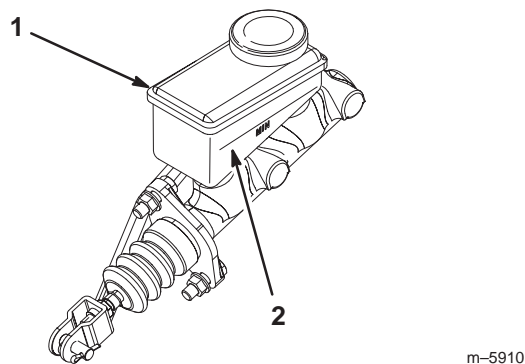

Figure 24
2. Observez le côté du réservoir. Le niveau doit se trouver au-dessus du repère du Minimum (Fig. 24). Si le niveau de liquide est bas, nettoyez la surface autour du bouchon, retirez le bouchon et remplissez le réservoir jusqu'au-dessus du repère du Minimum. **Ne remplissez pas excessivement.**